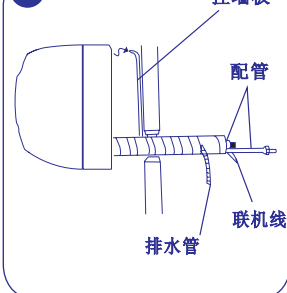

图17
- 双手抓住机体两侧，将室内机压向挂墙板，使其底部牢固连接(图17)。